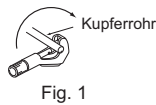

Fig. 1
- Der Ablaufschlauch sollte nach unten gerichtet sein, um ein gutes Abfließen sicherzustellen. (Fig. 1)
- Fassen Sie die Kältemittelleitungen und den Ablassschlauch zusammen und umwickeln Sie sie anschließend vom Ende her mit Filzband (4). Die Überlappung des Filzbandes (4) sollte ein Drittel der Bandbreite betragen. Bringen Sie eine Bandsicherung am Ende des Filzbandes (4) an.
- Ziehen Sie die Ablasskappe rechts hinten von dem Innengerät heraus. (Fig. 1)
- Schneiden Sie das Kupferrohr sachgemäß mit einem Rohrschneider ab. (Fig. 1, 2)